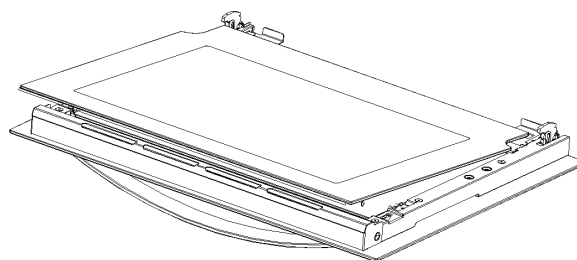

Figura 4
3. El vidrio interior, como se muestra en la Figura 4, se utiliza para la extracción lateral.
2.El vidrio interior, como se muestra en la Figura 4, se utiliza para la extracción lateral.